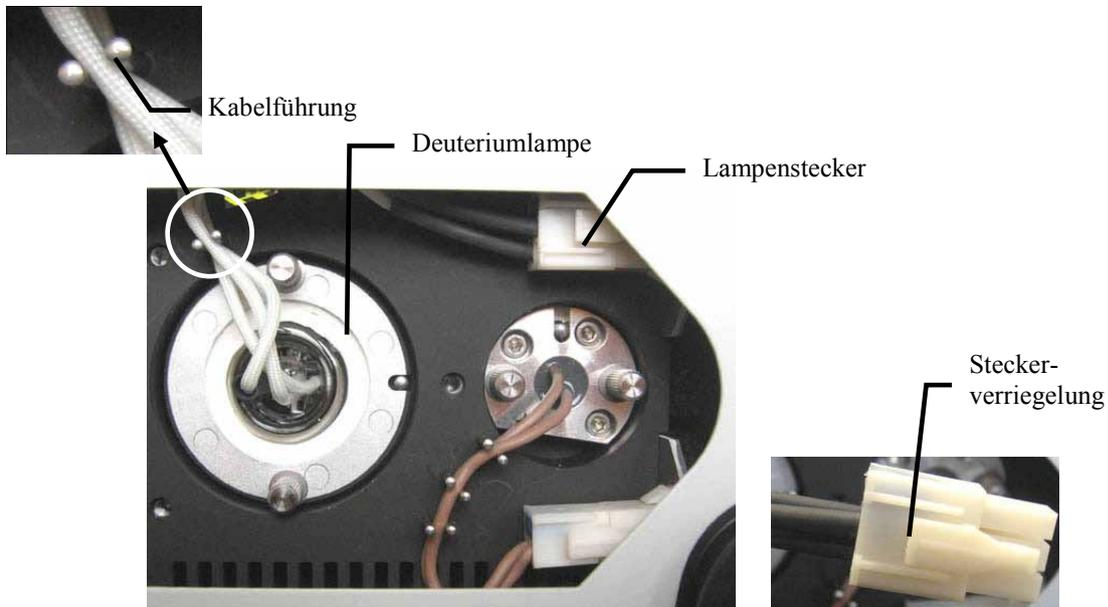

Abb. 32: Lampenstecker Deuteriumlampe
- Stecken Sie den Lampenstecker ein (→ Abb. 32).
- Führen Sie das Lampenkabel wieder durch die Kabelführung (→ Abb. 32).